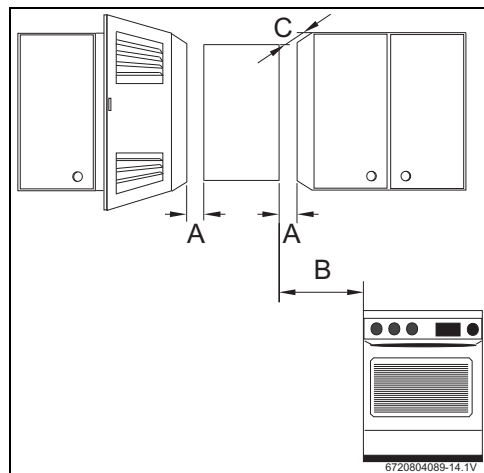

Fig. 18 Distances minimales
- ▶ Garantir les dégagements minimaux indiqués sur la fig. 18.
- ▶ Assurer l'accès libre pour les opérations de maintenance et respecter les distances minimales indiquées dans la figure 18.